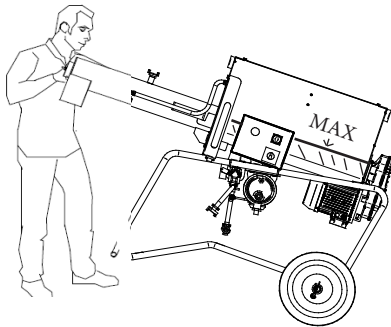

FIG. 2
### 8. TRASPORTE (figs. 2 y 3)
**Sujete el mezclador por las asas (fig. 2), levántelo y empújelo en la dirección deseada.**